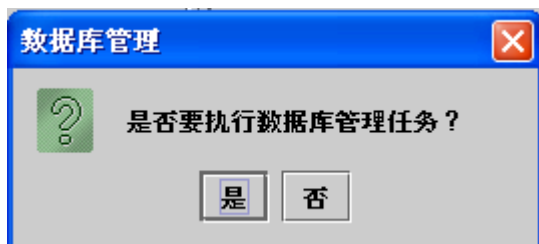
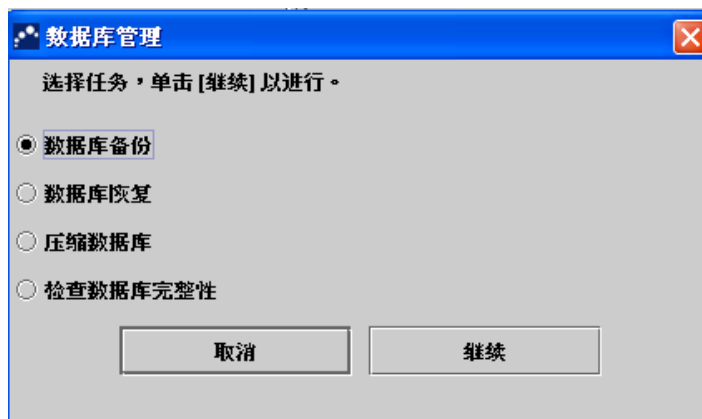

图 4-23 数据库管理对话框
图 4-24 数据库管理对话框
当系统启动或者关闭后，数据库管理对话框出现在全自动医用PCR分析系统窗口的顶端（图4-23）。
1. 点击数据库管理对话框中的“是”（图4-23），出具数据库管理对话框（图4-24）。